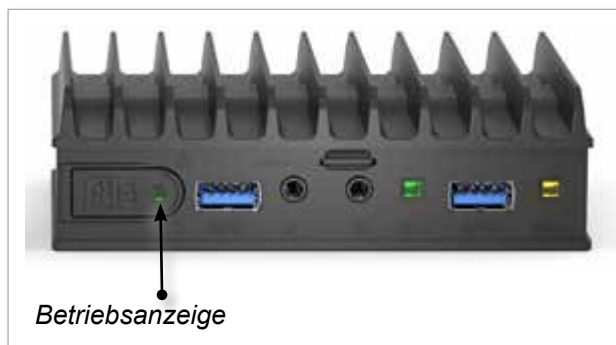

Figure 15-2 Fitlet2-Betriebsanzeige
- Vergewissern Sie sich, dass Fitlet2 eingeschaltet ist. Ein grünes Licht auf der Gerätevorderseite zeigt an, dass Fitlet2 eingeschaltet ist. Siehe Figure 15-2.